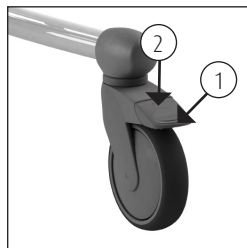

Figura 1. Ruota girevole.
- Il freno della Tango XL può essere inserito spingendo verso il basso la leva blu (1) sulla ruota (*Vedere figura 1*).
- Per disinserire il freno della Tango XL, la stessa leva sulla ruota deve essere sollevata spingendo sulla parte superiore della leva (2) (*Vedere figura 1*).